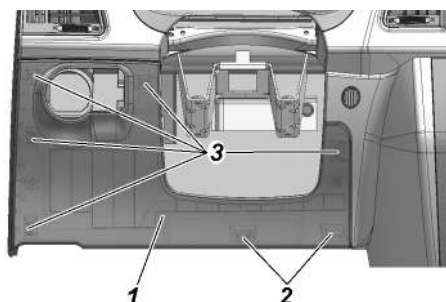

Рис. 9.34. Установка крышки блока реле и предохранителей :
- вывести из зацепления две защелки 2 (рис. 9.34) с оборотной стороны крышки блока, расположенные в нижней ее части;